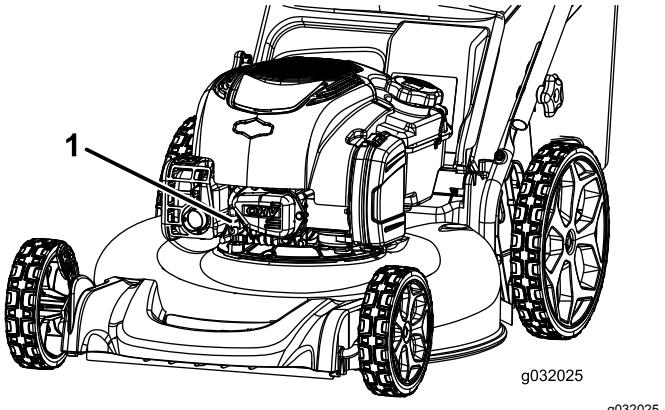

Bild 24
2. Ziehen Sie den Kerzenstecker von der Zündkerze ab (Bild 24).